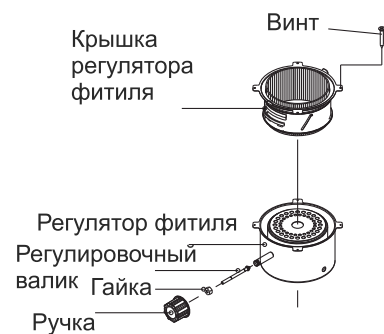

Рис. 3
4. Извлечь валик регулировки фитиля с шестерней (Рис. 3).